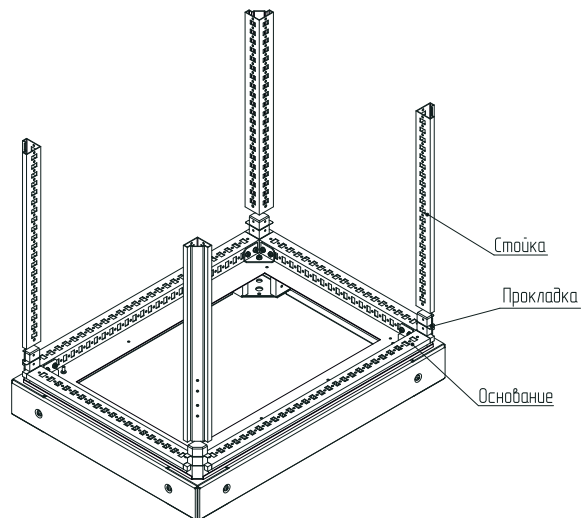

Рисунок 7
4.1.6 На крестовины основания надеть четыре прокладки и смонтировать стойки (рисунок 7).